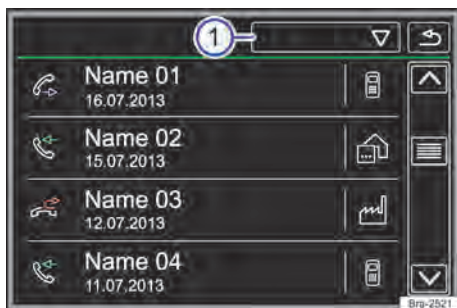

Fig. 135 Menu Chamadas (listas de chamadas).
Tocar na superfície de função  → Fig. 135 ①.